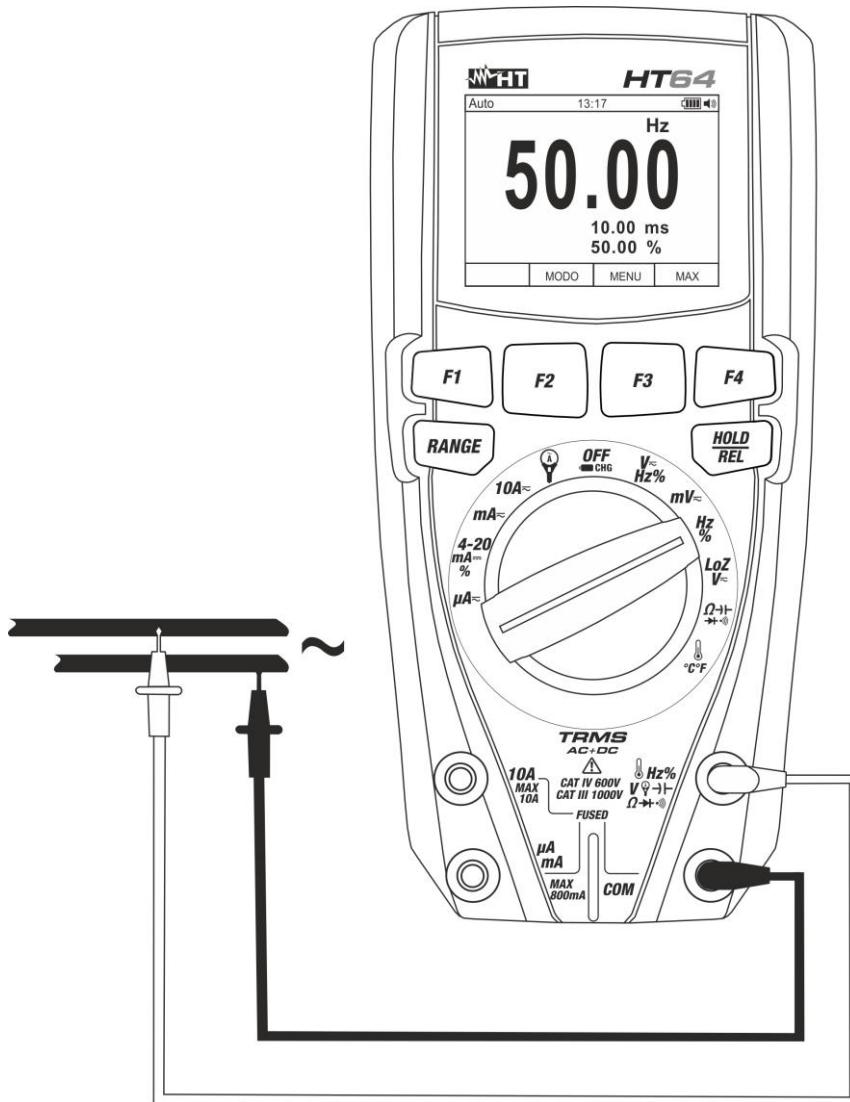

Fig. 25: Uso dello strumento per misura di Frequenza e Duty Cycle
3. Inserire il cavo rosso nel terminale di ingresso **Hz% (A)** e il cavo nero nel terminale di ingresso **COM**
4. Posizionare il puntale rosso ed il puntale nero rispettivamente nei punti del circuito in esame (vedere Fig. 25). Il valore della frequenza (Hz) o duty cycle (%) è mostrato a display. La barra grafica non è attiva in queste funzioni